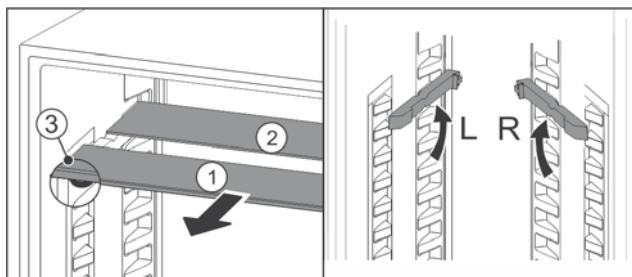

Fig. 50
- По одной извлеките Fig. 50 (1) стеклянные панели движением вперед.
- ▷ Стеклянная панель Fig. 50 (1) с декоративной планкой лежит спереди.
- ▷ Стопоры Fig. 50 (3) показывают вниз.